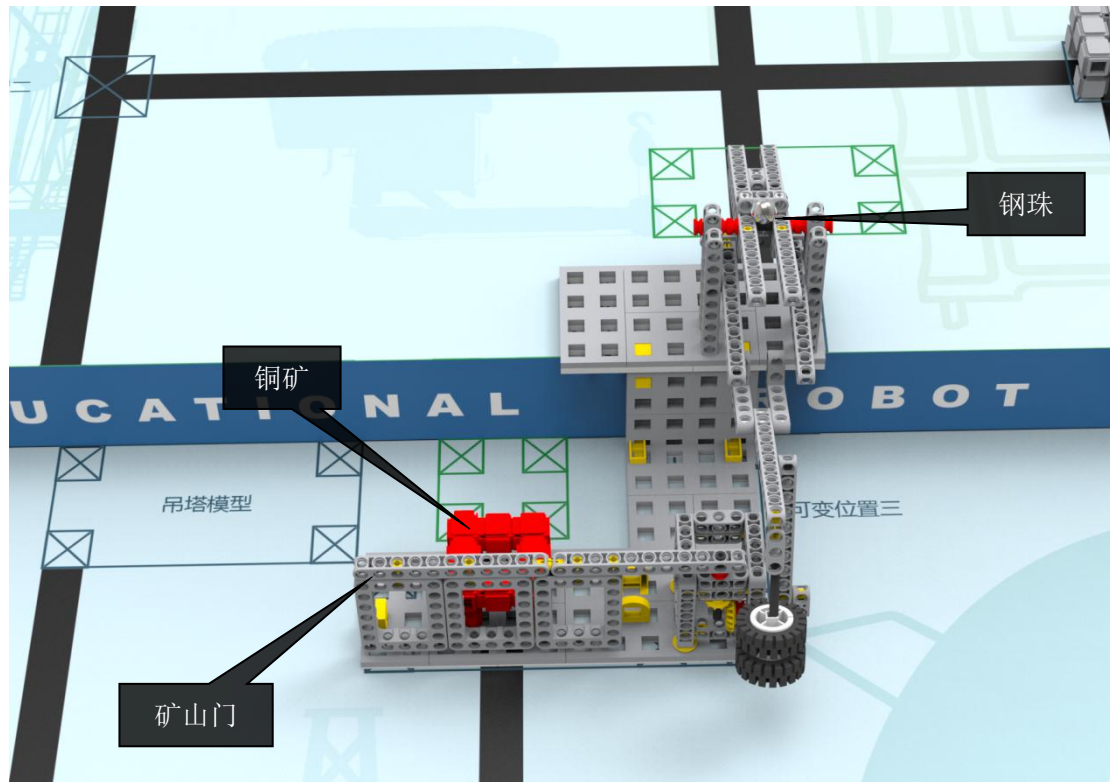

图6 铜矿任务模型
2.6.1 铜矿任务模型在一层场地与二层场地中部，铜矿石（红色）在一层场地上，被围栏围起来，如图6所示。